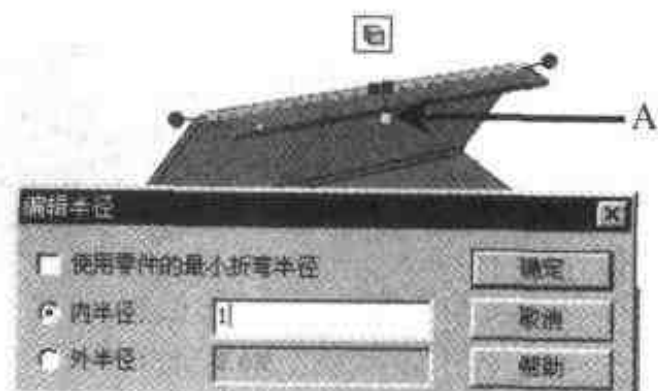

图 4.96 编辑弯曲半径
- (5) 向弯曲图素的一边再次拖放一个【不带料折弯】图素, 右击手柄 A 选择【编辑半径】命令, 在弹出的对话框中设置其内半径为 1, 然后单击【确定】按钮, 如图 4.96 所示。